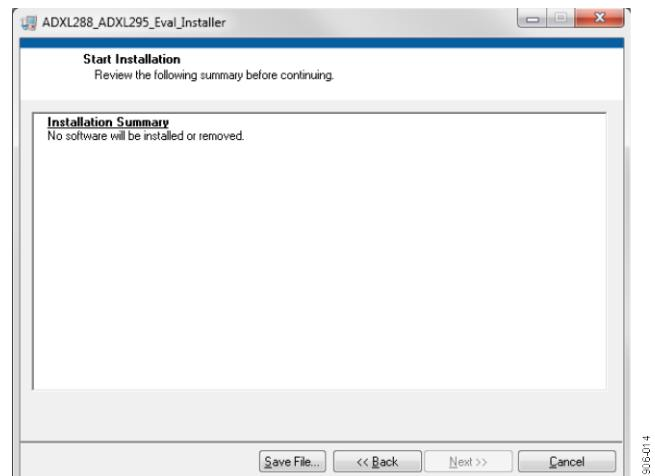

図 14. インストールの開始
3. **National Instruments Software License Agreement** をお読みください。**I accept the License Agreement(s)**を選択し、**Next** をクリックします。インストーラは、PC へのインストールが必要なコンポーネントを表示します (図 14 参照)。